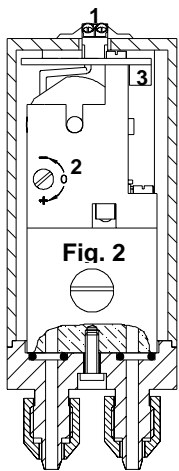

Fig. 2
Tutti i collegamenti pneumatici sono facilmente accessibili (vedi fig. 2 e 3). Per assicurare il corretto funzionamento del convertitore, l'aria di alimentazione deve essere libera da ogni impurità quali oli, polveri, ecc. utilizzando un filtro riduttore con grado massimo di filtraggio di 25 micron installato in linea (ns. mod. FR20). Eseguire il collegamento elettrico collegando i due fili alla morsettiera esterna (pos.1 fig.2 e 3) contrassegnata con +e -.
Note: Il PC13 è già calibrato in fabbrica e non richiede alcuna messa in funzione particolare. Comunque, una volta in opera, se il segnale in uscita si discostasse dal valore minimo, agire sulla vite di azzeramento (pos.2, fig.2 e 3) per riportarlo allo stato iniziale.
3. Ruotare la vite di azzeramento (pos.2 fig.2 e 3) fino a che la pressione in uscita sia pari al valore di inizio scala desiderato (p.es. 3 psi).
3. Girare la vite potenziometrica (pos.3 fig.2 e 3) variando la pressione di fondo scala (p.es. 20 psi).
5. Eseguire il nuovo azzeramento (p.es. 2 psi) con la vite 2 (fig.2 e 3).
All pneumatic connections are accessible externally (See fig.2 and 3). To ensure trouble free use of this converter, the air supply should be conditioned to remove dirt and moisture. A filter regulator of 25 micron maximum should be fitted upstream of the device.
Electrical connections are made connecting the wires to the screw terminals marked + and - (item 1 fig.2 and 3).
Note: The PC13 is factory set and should not require any commissioning. However, should the output signal be low then the zero may be adjusted by rotating the zero adjustment screw (item 2, fig.2 and 3).
3. Rotate screw (item 2 fig.2 and 3) until the output reaches the desired value. The PC13 is now commissioned.
3. Turn the screw (item 3 fig.2 and 3) until to reach the highest value of the span (e.g. 20 psi).
5. Set the new zero point (e.g. 2 psi) by means of the screw 2 (fig.2 and 3).